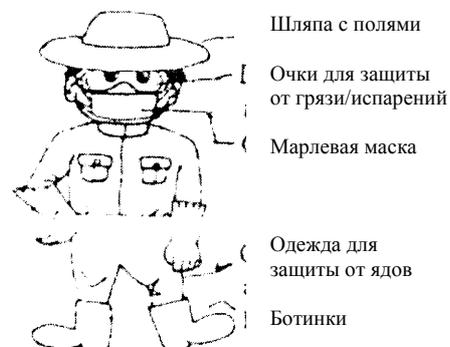

Рис. 13
2. Требования к рабочей одежде (рис. 13)
| Топливный рычаг находится в крайнем нижнем положении, двигатель продолжает работать. | Трос дроссельной заслонки слишком короткий (холостые обороты выше) | Отрегулируйте трос дроссельной заслонки в соответствии с рис. 13 |